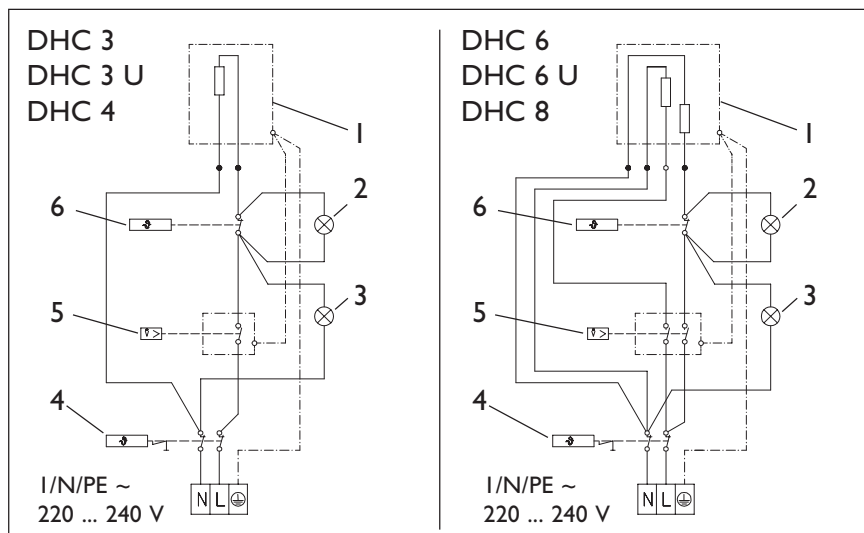

Рис. 14
Пояснения к рис. 14
- Осуществить электрическое подключение в клеммной коробке (поз. 10) в соответствии с электрической схемой на рис. 14 и закрутить винты кабельного зажима.
- Подготовить провод (поз. 7) для электрического подключения в клеммной коробке (поз. 10) в соответствии с электрической схемой на рис. 14
- Стационарно проложить провод (поз. 15) для электрического подключения в клеммной коробке (поз. 16) в соответствии с электрической схемой на рис. 14
- Электрическое подключение в клеммной коробке (поз. 10) осуществить в соответствии со схемой на рис. 14